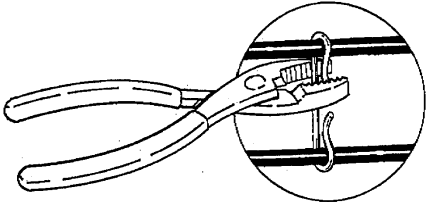

Figura 18. Apriete los espaciadores con alicates
- Al correr el cable por los canales, se puede apretar los espaciadores con los dedos o con alicates. Si utiliza alicates, apriete ligeramente y tenga cuidado de no pellizcar, prensar o dañar de alguna forma el cable (Véase al Figura 18). No utilice un martillo para apretar las pinzas ni los espaciadores.
Cuando se tiene la medida necesaria, el siguiente paso es instalar los espaciadores de cable y bajar el cable por la bajada de agua. Se debe sujetar los espaciadores al cable cada 6 pulgadas (15 cm) para que el cable no se toque. Se debe apretar los espaciadores antes de bajar el cable. Puede hacerlo con los dedos o con la ayuda de alicates. Si utiliza alicates apriete ligeramente para no pellizcar, pensar, cortar o dañar el cable de alguna manera (Véase la Figura 18). No clave o apriete las pinzas ni los espaciadores. Baje el cable por la bajada de agua con la ayuda de una cuerda con una pesa.